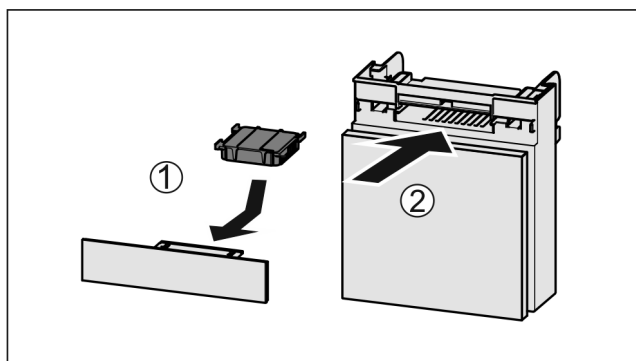

Fig. 77
- ▶ Aktivni ogljeni filter vstavite Fig. 77 (1) skladno s prikazom na sliki.
- ▶ Predal potisnite noter Fig. 77 (2).